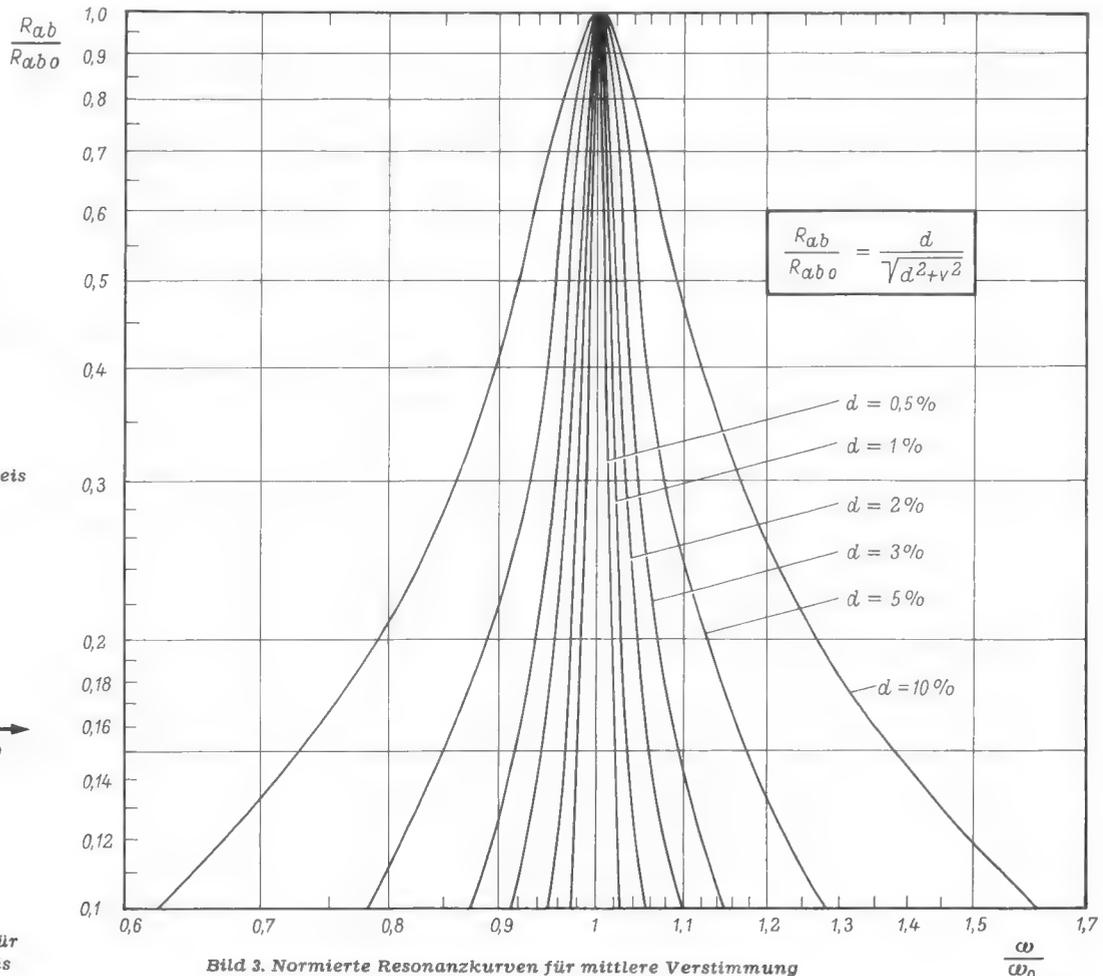

Bild 3. Normierte Resonanzkurven für mittlere Verstimmung
Jede dieser durch Gleichung (13) gegebenen Kurven (d = Parameter) geht für $\omega = \omega_0$ durch $R_{ab}/R_{ab0} = 1$. Für $v = d$ geht R_{ab}/R_{ab0} durch $1/\sqrt{2}$. Diese Verstimmung heißt die Bandbreite, siehe Bild 3 und Tabelle 1 auf Blatt 2a.